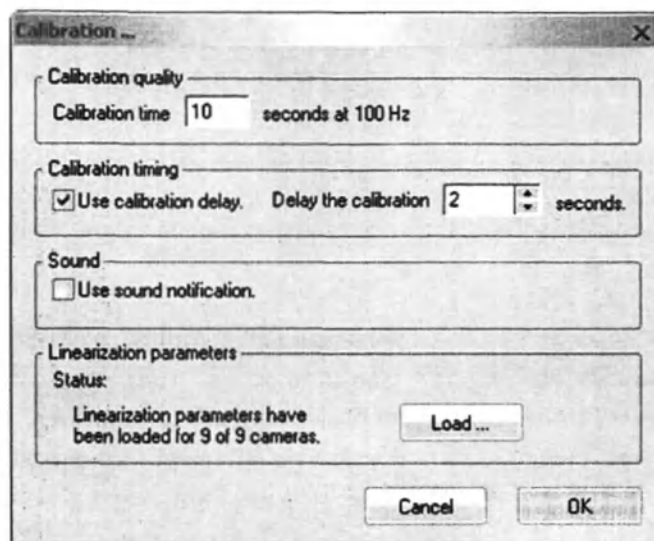

Рис. 76 Диалоговое окно Calibration (Калибровка).
6. Кликните иконку Calibration (Калибровка) и установите настройки в диалоговом окне Calibration (Калибровка). Подходящие настройки для обеспечения правильной калибровки всех камер – это использование 20-30 секунд для калибровки. Однако, это сильно зависит от размера измерительного пространства. Необходимо выделить столько времени, чтобы его было достаточно для того, чтобы охватить все пространство с помощью трости (Рис. 76).